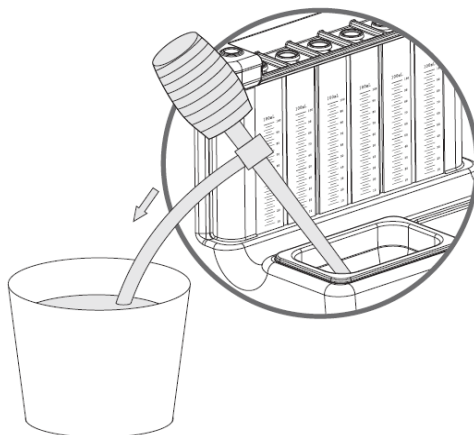

Рис. 4.3.1
- Слейте очищающую жидкость форсунки из ванны в маслоприемник, см. рис. 4.3.1, а затем протрите ультразвуковую ванну с помощью куска ткани.